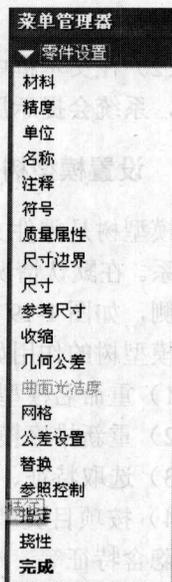

图 1-15 设置菜单
(1) Pro/ENGINEER 提供了一些预定义的单位系统，在具体的应用中，通过装机时的配置文件 Config.pro，可将设计环境自动配置为适合公司标准的单位系统。单击主菜单“编辑”→“零件设置”，如图 1-15 所示。